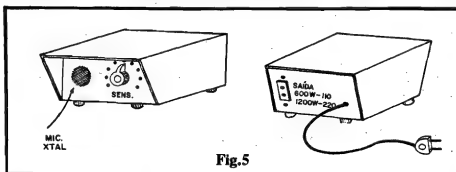

Fig. 5
- **FIG. 5 - SUGESTÃO PARA O "ENCAIXAMENTO"** - Numa visão em frente e verso, damos a nossa idéia para o acabamento e encapsulamento do circuito, usando um **container** padronizado (caixa encontrada pronta, nas lojas, em plástico ou metal...). As formas, dimensões e modelo da caixa, contudo, são bastante "flexíveis", e o Leitor/Hobbysta poderá "inventar" à vontade nesse aspecto... Apenas alguns pontos precisam ser observados com mais cuidado: